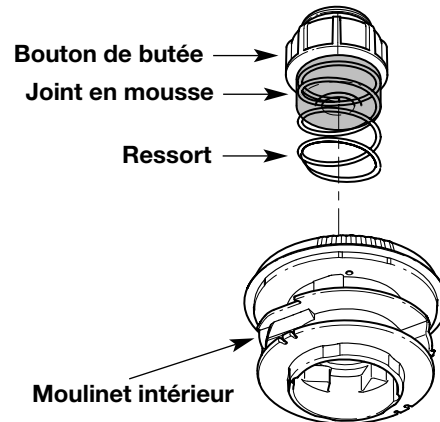

Fig. 14
- Retirez le bouton de butée, le ressort et le joint en mousse en tournant le bouton de butée à gauche (Fig. 14).
2. Tirez le bouton de butée, le ressort et le joint en mousse (Fig. 14).
3. Retirez de la bobine extérieure le moulinet intérieur avec son fil (Fig. 14).
7. Placez le bouton de butée, le ressort et le joint en mousse dans la bobine extérieure (Fig. 14).